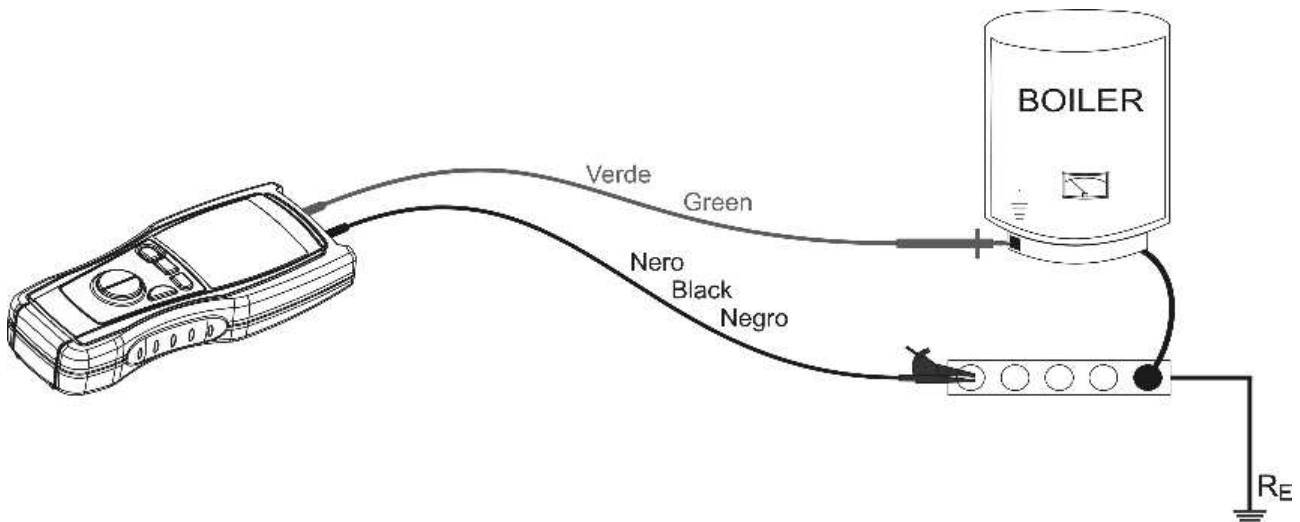

Abb. 8: Verbindungen der Anschlüsse des Gerätes beim Ω 0.2A Test
7. Verbinden Sie die Anschlüsse des Gerätes mit den Enden des Leiters, an dem die Durchgangsprüfung durchgeführt wird. (siehe Abb.8).